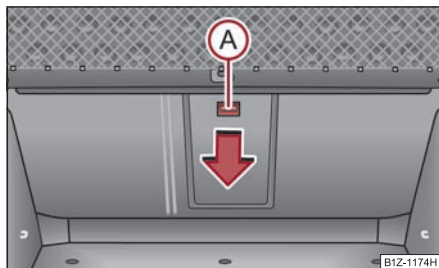

Fig. 133 Maletero: Tecla de desbloqueo
- Empuje la tecla de desbloqueo (A) hacia abajo ⇒ fig. 133 y abata la tapa (con apoyabrazos) hacia delante.
- Abatir la tapa y el apoyabrazos hacia arriba hasta el tope - la tapa deberá encastrar de forma audible. Si la tapa está cerrada correctamente, reconocerá que, desde el compartimento de pasajeros, ya no se ve la zona roja encima de la tecla de desbloqueo (A) ⇒ fig. 133.